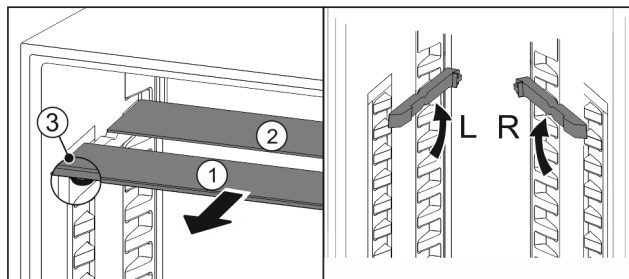

Fig. 103
- ▶ Vytiahnite sklené dosky jednotlivu dopredu Fig. 103 (1).
- ▷ Sklená doska Fig. 103 (1) s ozdobnou lištou leží vpredu.
- ▷ Zarážky Fig. 103 (3) ukazujú nadol.